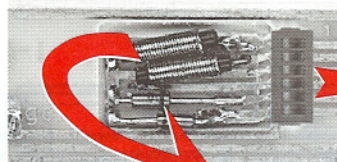

Bild 1
1. Leiterplatte nehmen und das Stück mit Drosseln und Dioden herausbrechen (Bild 1)